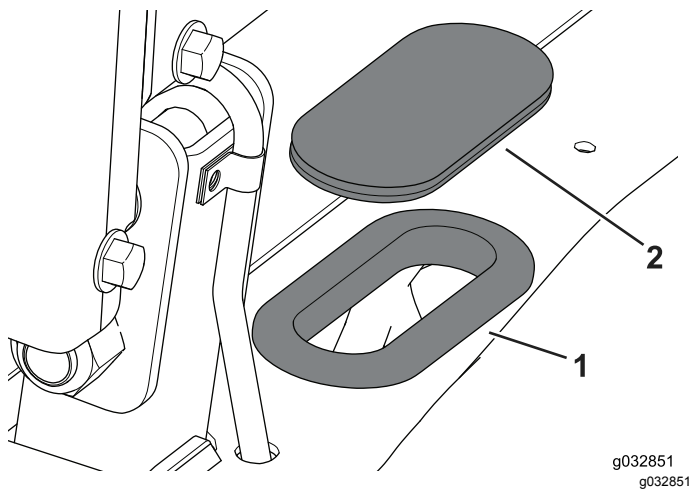

Figura 110
- Substitua o olhal de inverno pelo olhal de verão (Figura 110).